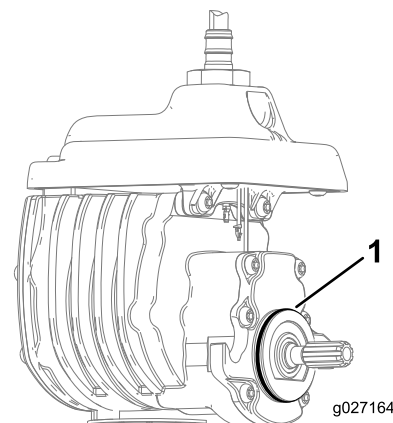

Рисунок 6
4. Установите уплотнительное кольцо на двигатель барабана (Рисунок 6).